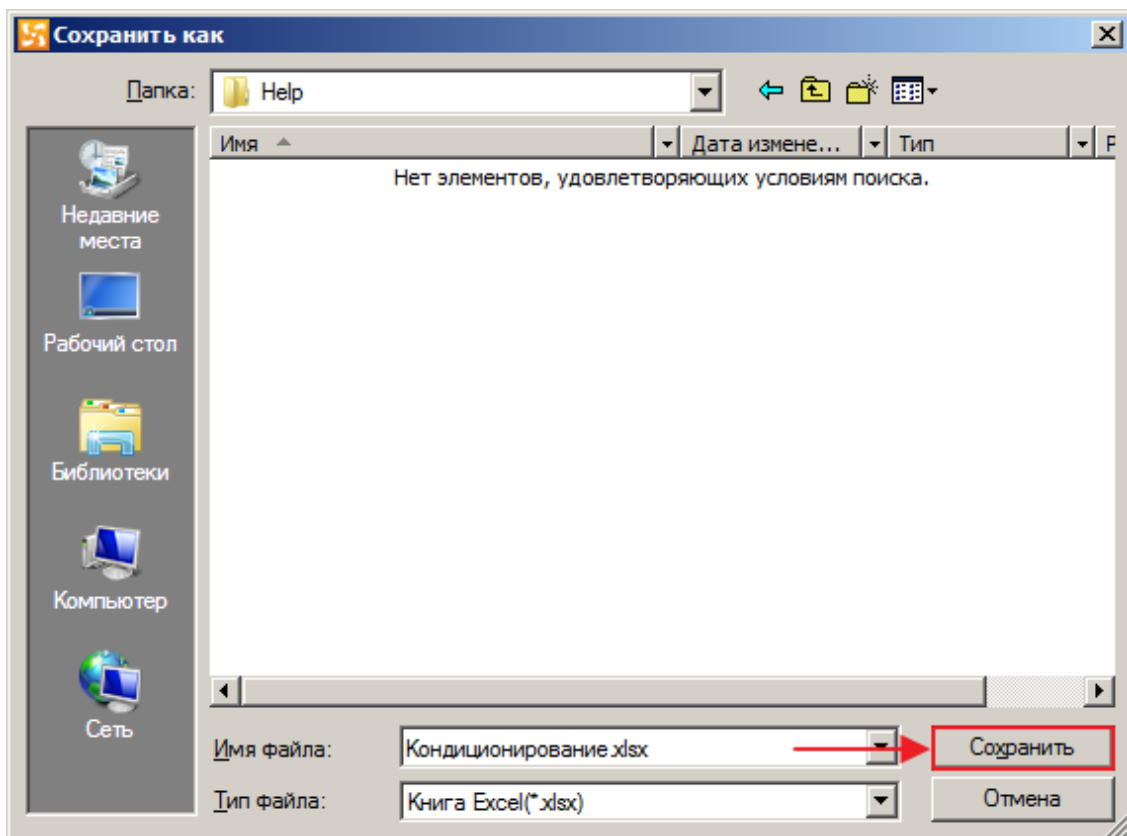

Рис. 3. Выбор папки для сохранения файла
3. В окне **Сохранить как** выберите папку, в которую будет сохранен сформированный файл, и нажмите **Сохранить** (см рис. 3).